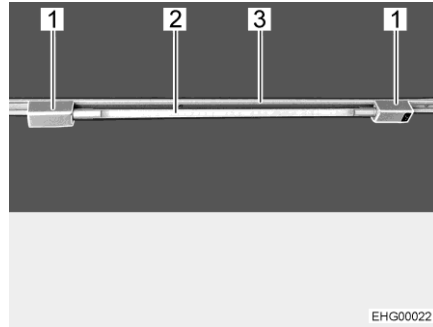

Fig. 44 Tube luminescent
- Placer les deux supports (Fig. 44,1) dans le rail (Fig. 44,3). Tourner pour ce faire les support de 90°.
- Ficher le corps de la lampe (Fig. 44,2) dans un des supports.
- Tourner le corps de la lampe (Fig. 44,2) jusqu'à obtenir l'effet lumineux désiré.